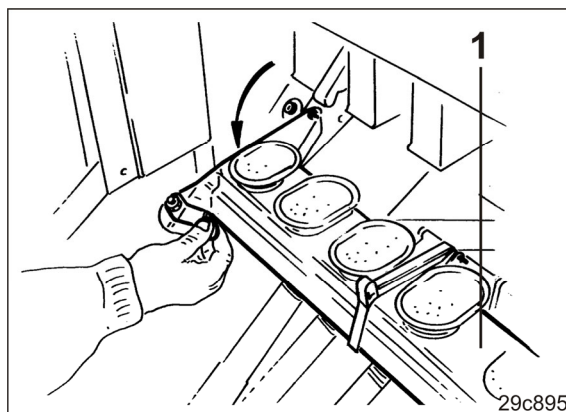

Fig. 76
3. Coborâți șina pâniilor (Fig. 76/1).